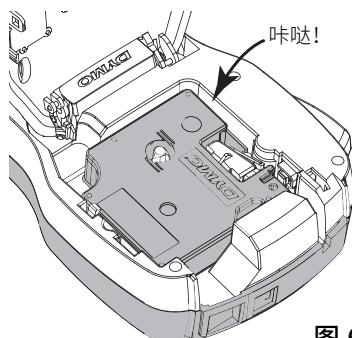

图 6
- 3 插入标签盒并用力按压，直至标签盒锁定到位。请参考图 6。